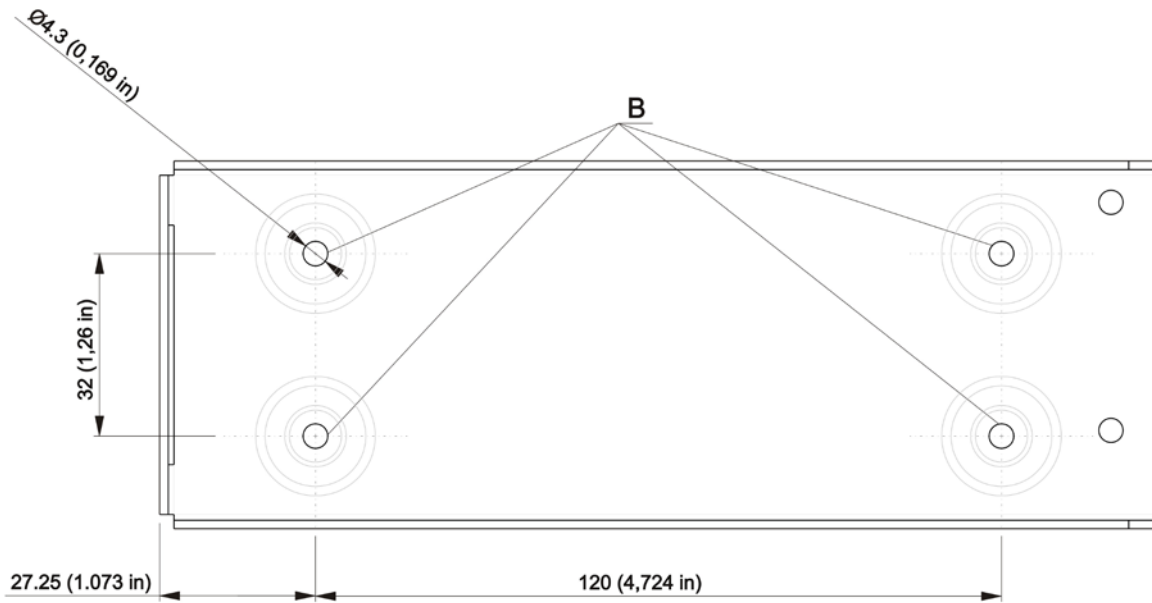

Abbildung 2-9: Abmessungen Montagekit MK6201-(010)
- Verwenden Sie das Montagekit MK6201-(010) für die Installation.
- Montieren Sie den Einbaurahmen im Flugzeug (siehe Abmessungen MK6201, Bohrpositionen "B" Abbildung 2-9).